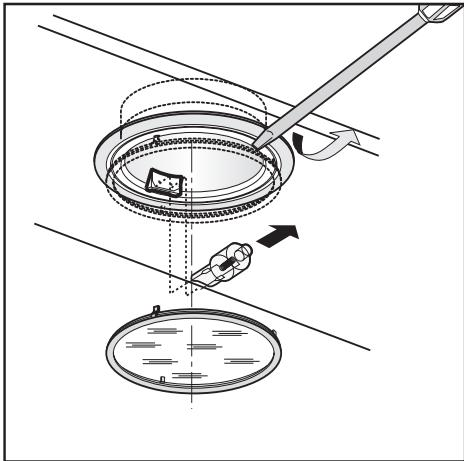

Fig.7
**• Sostituzione delle lampade alogene (Fig.7).**